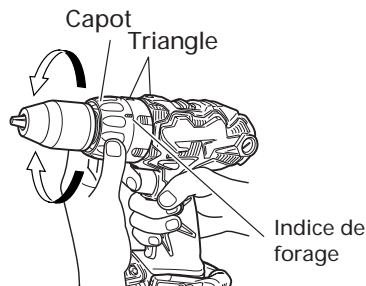

Fig. 23
11. Vérification de la position du capuchon <DS14DL> (Voir Fig. 23)